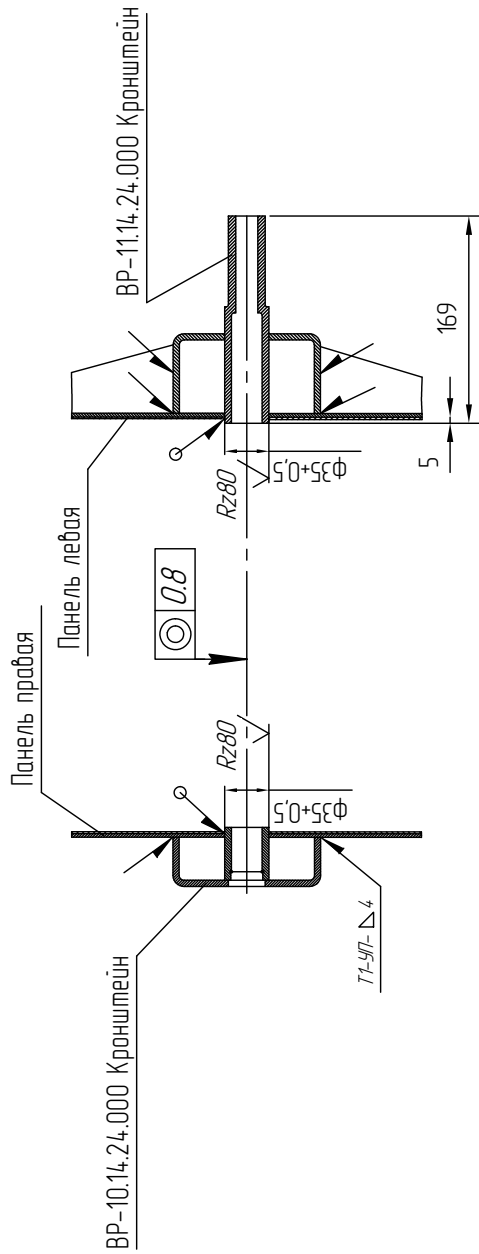
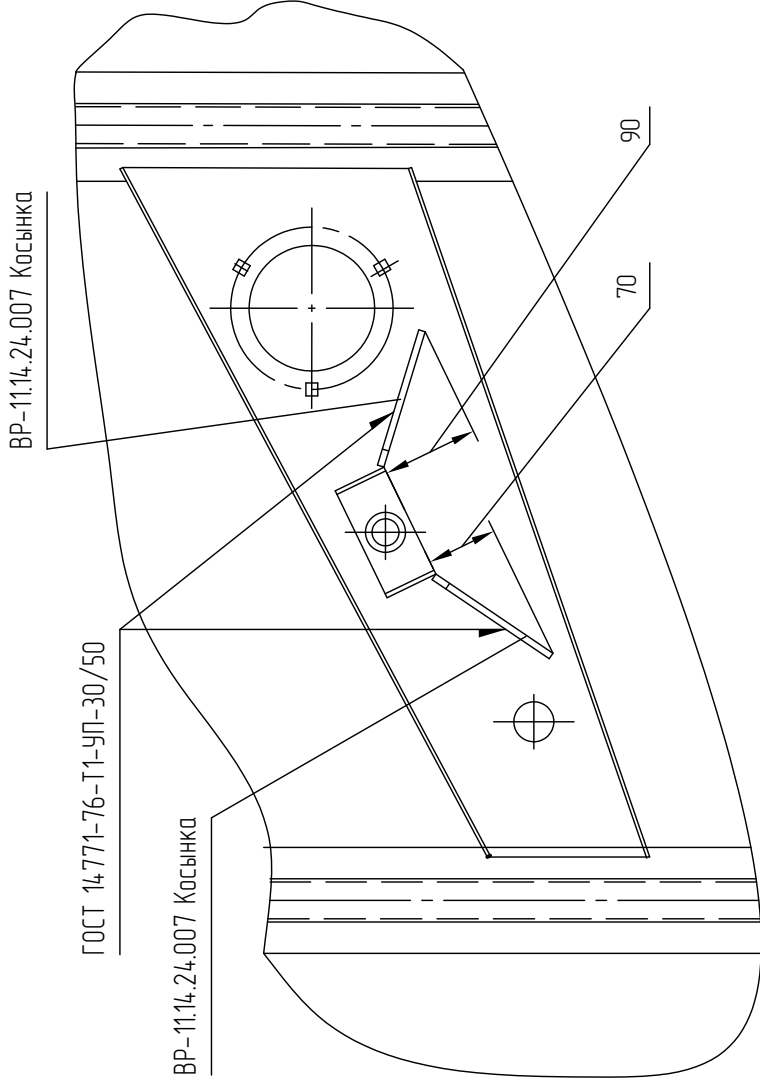

Рис.3 Установка кронштейнов на панели комбайна
Рис.6 Установка косынок ВР-11.14.24.007 на панель комбайна.
7. Проверить правильность установки вала соединительного относительно рамы комбайна. Размер от оси опоры двуплечего рычага до оси колебательного вала должен быть  $L=1006+2$  мм с левой и правой стороны молотилки (см. рис.3). При необходимости размер регулировать перемещением опоры колебательного вала.
8. Установить (см. рис.3) кронштейн ВР-10.14.24.000 на правую панель каркаса, кронштейн ВР-11.14..24.000 на левую панель каркаса для чего:
- приварить кронштейны к панелям согласно рис.3;
- на левой панели к кронштейну ВР-11.14.24.000 приварить две косынки ВР-11.14.24.007 согласно рис.3 и рис.6.